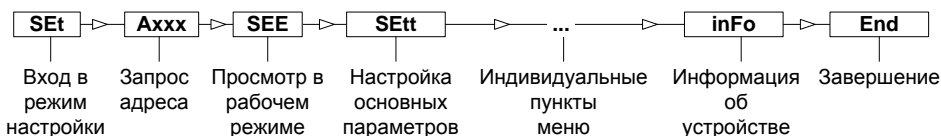

Рисунок 19
3.8.2.1 Меню устройств содержит ряд пунктов, каждый из которых объединяет несколько параметров (настроечных или информационных), определяющих функции устройства. Есть обязательные пункты, присутствующие у всех устройств: **SEE**, **SEtt** и **inFo** (рисунок 19).